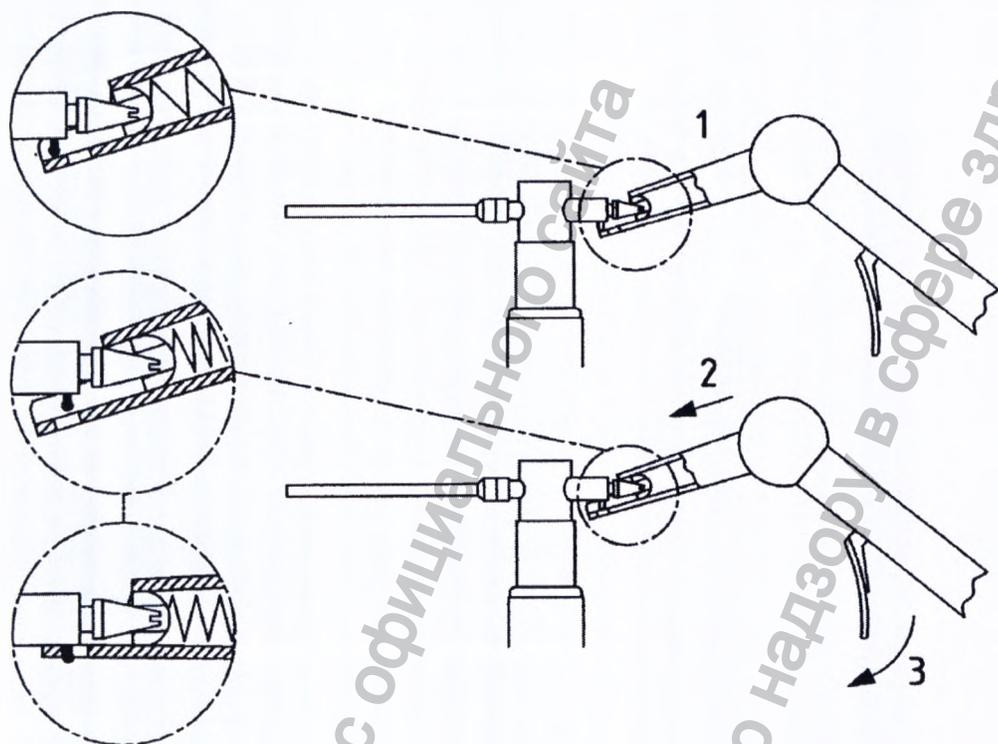
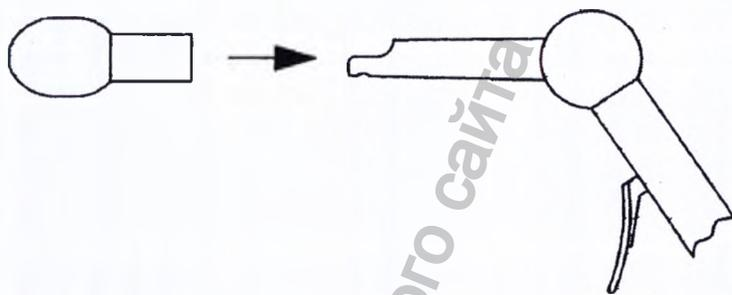

Рис. 5 Бутылки с распыляемым веществом можно зафиксировать на ручке, просто наклонив ручку по направлению к бутылке.
Рис.6
Для распыления (рис. 5) и манипуляций по Политцеру (Рис. 6) можно использовать ручку точной регулировки блока сжатого воздуха. С помощью клапана регулировки давления (рис. 1 (32)) можно постепенно изменять давление от 0,1 до 4 бар. Регулярно проверяйте текущее давление воздуха на манометре (рис.1 (37))
Чтобы прикрепить бутылку с распыляемым веществом (рис. 5) к ручке, соединительный элемент нужно нагнуть вниз под углом примерно в 30° и зацепить его за ручку. Во избежание засорения канюли в течение дня систему следует регулярно промывать чистой водой.
Для простоты узнавания бутылки (рис.5) снабжены цветными кольцами. Канюля и спрей-головка с выгравированными кольцами предназначены для распыления жидкостей тонкими струйками.
Если бутылка с распыляемым веществом (рис.5) упала на пол или испытала механический удар, то ее больше нельзя использовать, даже если на стекле нет видимых повреждений! Опасность взрыва!
Оливу Политцера можно натянуть на ручку распылителя (рис. 6). Перед началом обследования проверьте, чтобы олива крепко держалась на ручке. Давление должно быть ограничено с помощью регулирующего клапана (рис. 1 (32)) во избежание повреждения барабанной перепонки. Регулярно проверяйте текущее давление воздуха на манометре (рис. 1 (37))